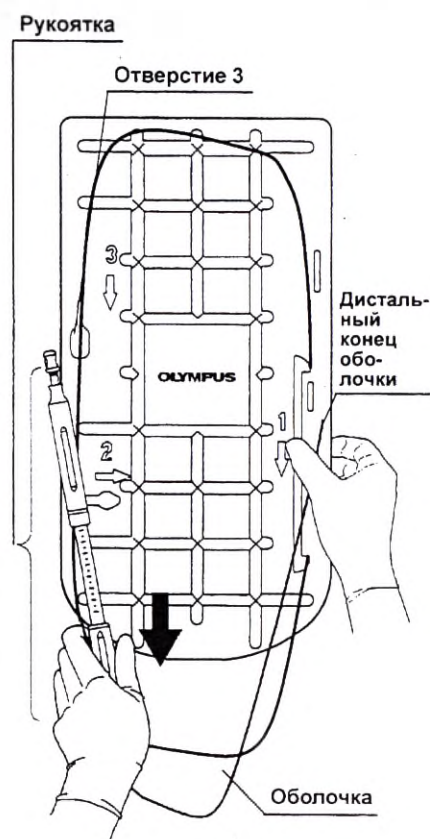

Рис. 3
3. Возьмитесь за регулятор оболочки и оболочку возле регулятора (см. Рис. 3). Передвиньте всю рукоятку вдоль прорези в направлении стрелки 3 на лотке (черная стрелка на Рис. 3) и вытяните рукоятку из ее отверстия 3 возле стрелки 3 на лотке.